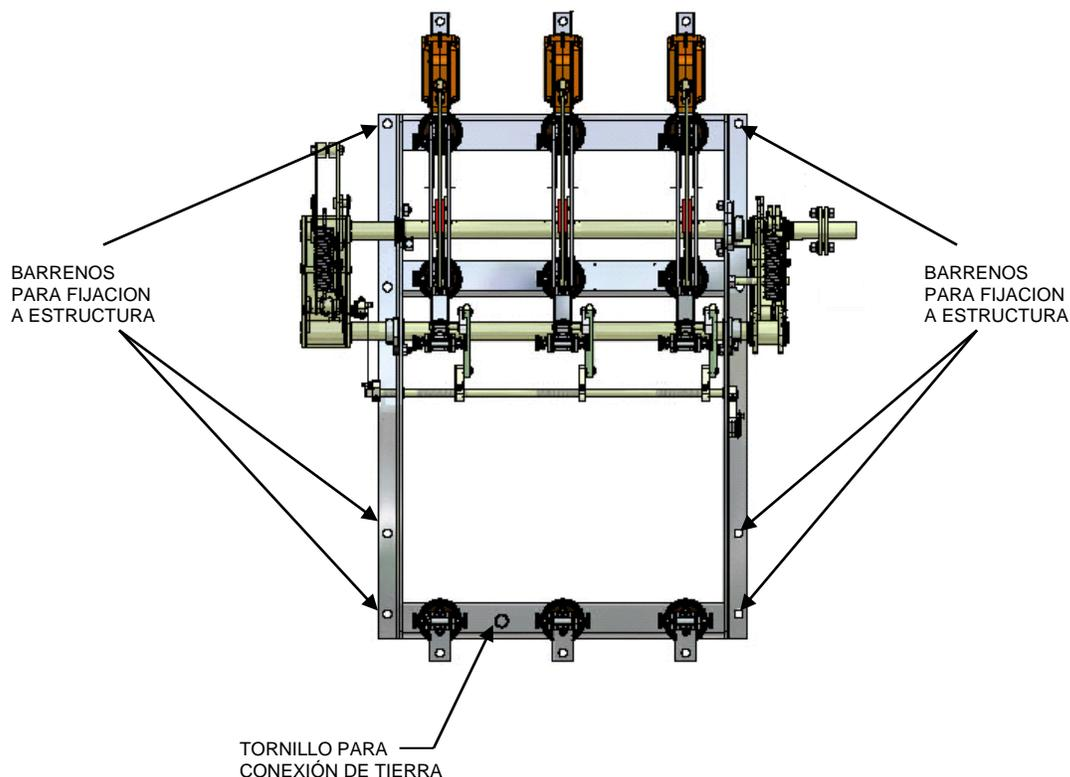

Figura 5
- 5.5. Coloque la nueva cuchilla asegurándose que quedaron bien fijos (atornillados) los puntos de fijación de la cuchilla a la estructura (Figura 5).